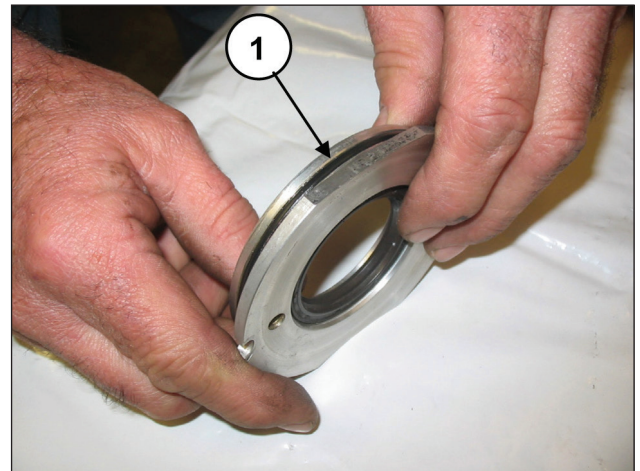
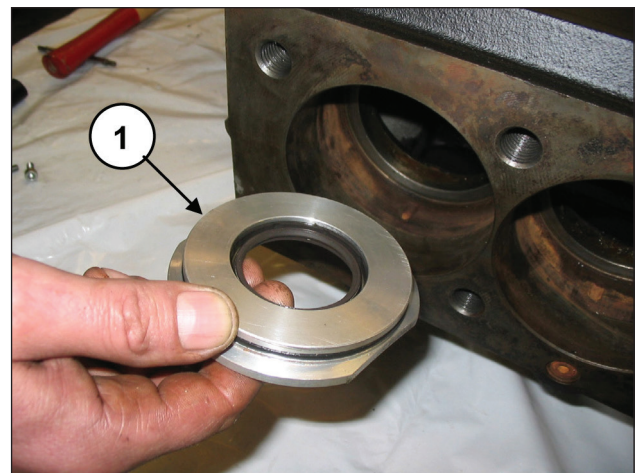

图140
图141
将O形圈（部件号①，图140）定位在油封盖底座中，将已安装的组件插入泵壳的专用底座（部件号①，图141）中。